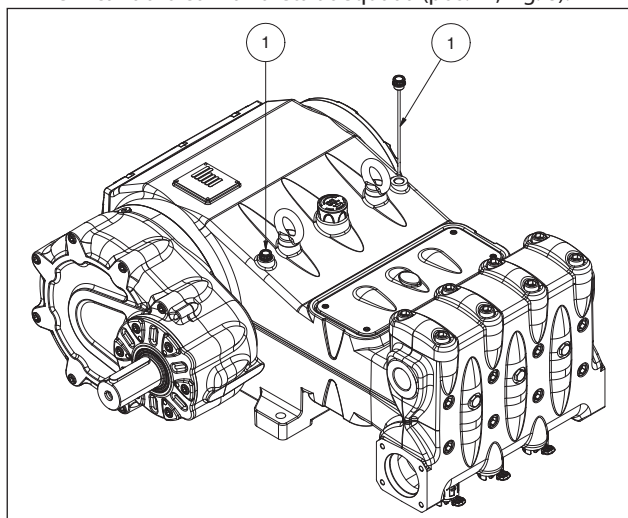

Fig. 8
5. O óleo no cárter da bomba está no nível previsto, verificando-o com a vareta adequada (pos. ①, Fig. 8).